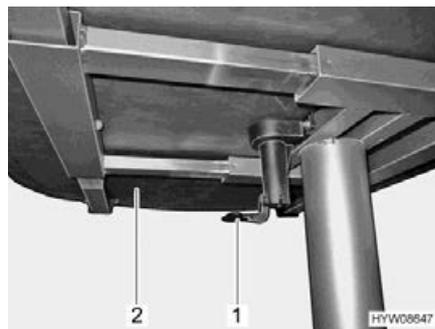

Bild 133 Hebel für Verschieben der Tischplatte
- Den Hebel (Bild 133,1) nach unten ziehen oder drücken.
- Tischplatte (Bild 133,2) in die gewünschte Position schieben.